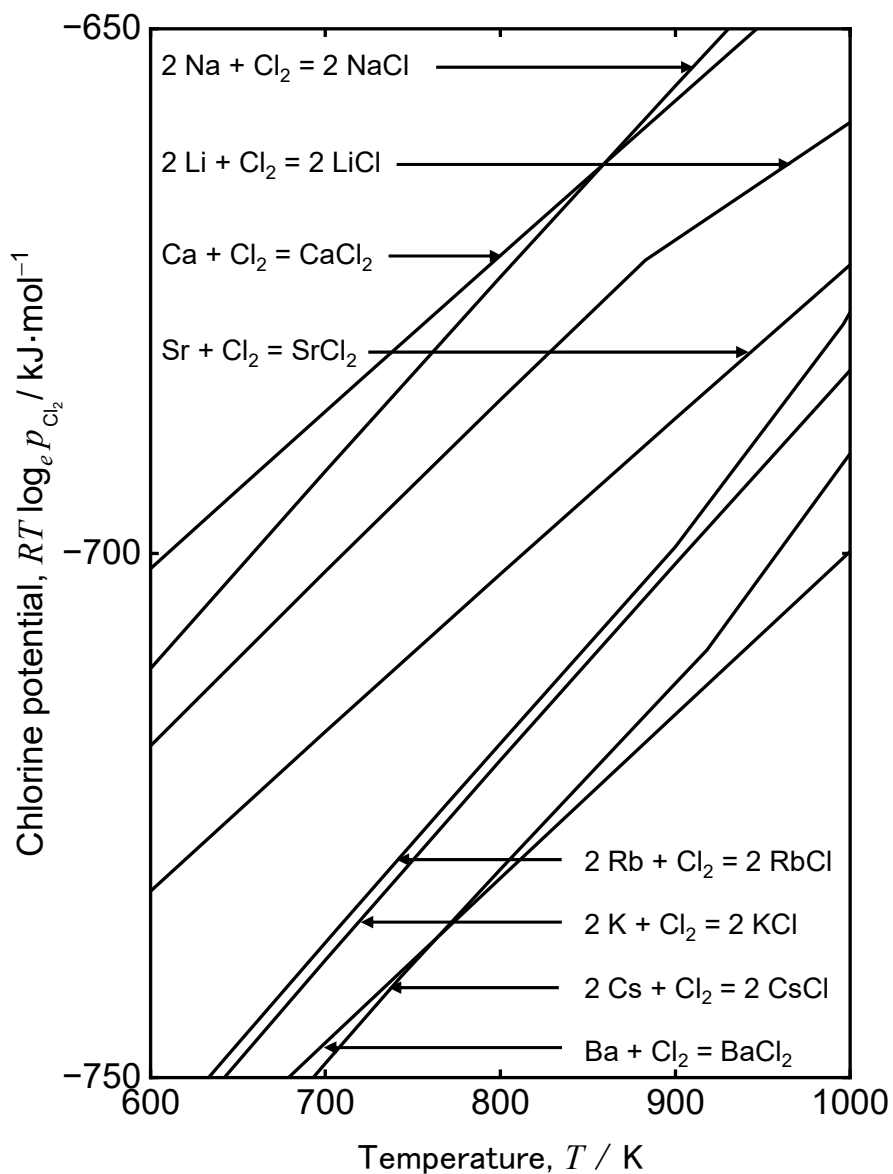

図 1
1. 圧力 1 atm における, リチウム(Li), ナトリウム(Na), カリウム(K), ルビジウム(Rb), セシウム(Cs), カルシウム(Ca), バリウム(Ba), ストロンチウム(Sr)の塩化物生成反応の標準 Gibbs エネルギー変化の温度依存性を示す図1をもとに, 以下の問いに答えよ。 p_{Cl_2} は塩素分圧 (atm) を示す。必要であれば, 気体定数 $R=8.3 \text{ J}\cdot\text{mol}^{-1}\cdot\text{K}^{-1}$ を用いよ。